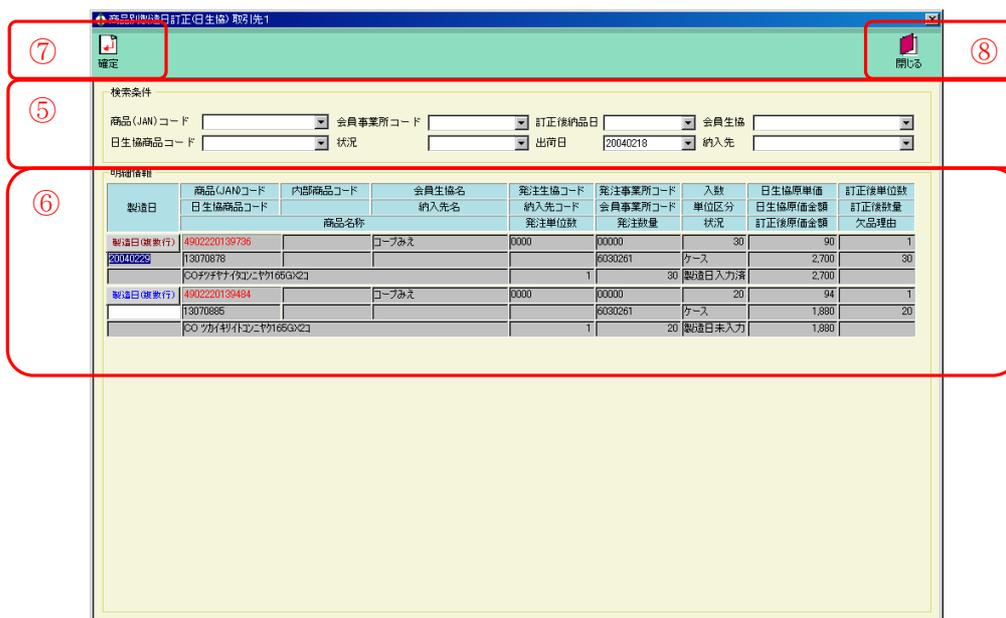

図 6-5-2. 一覧表示画面
プルダウン選択後、②一覧に該当するデータが表示されます。(図 6-5-2. 参照)